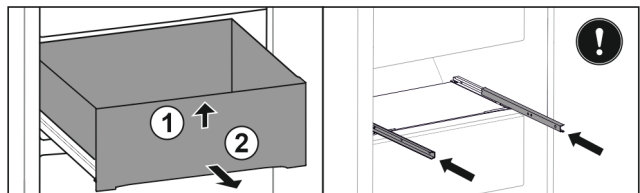

Fig. 98
- ▶ Lade aan de voorkant optillen. Fig. 98 (1)
- ▶ Lade naar voren toe verwijderen. Fig. 98 (2)